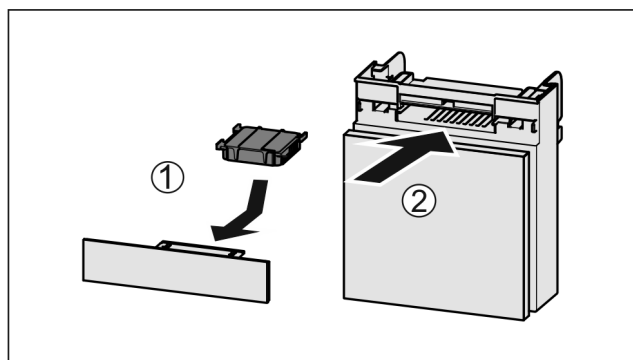

Fig. 149
- ▶ Filtr s aktivním uhlím vložte podle vyobrazení Fig. 149 (1).
- ▶ Zásuvku zasuňte Fig. 149 (2).